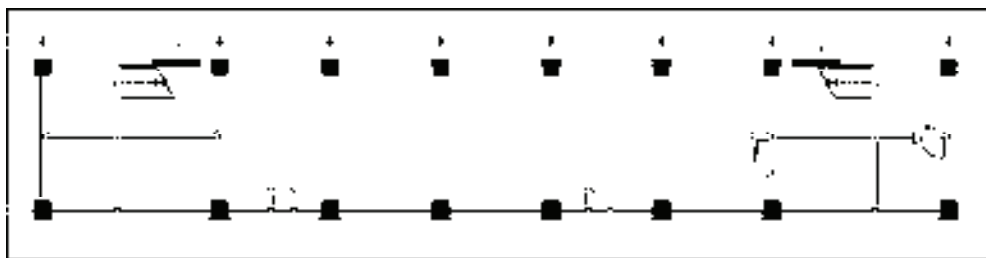

图 15-79 绘制墙体
4) 调用“绘制墙体”命令, 设置墙体的宽度为 240mm, 高度为 5700mm, 绘制墙体, 结果如图 15-79 所示。